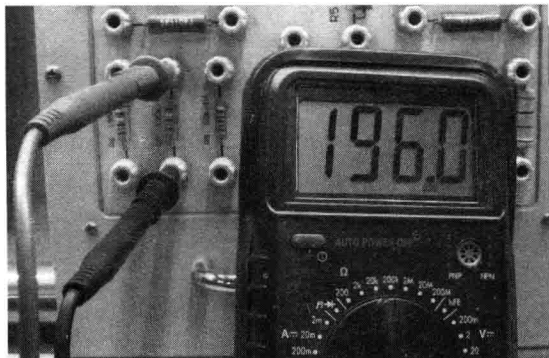

图 1-8 测量电阻
2) 以测量标称值为 195kΩ 的电阻为例, 选择测量电阻 200k 档位, 红、黑表笔并联在电阻的两端(红表笔在上, 黑表笔在下, 见图 1-8), 万用表显示为 196.0, 即测得的结果是该电阻值为 196kΩ。